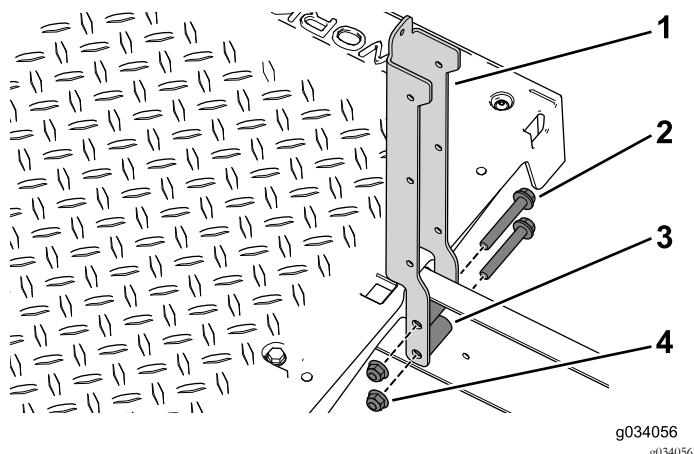

图93
2. 使用 4 个凸缘螺栓  $3/8 \times 2-1/2$  英寸、隔片和凸缘螺母将左、右座椅支架固定到机器 图93。